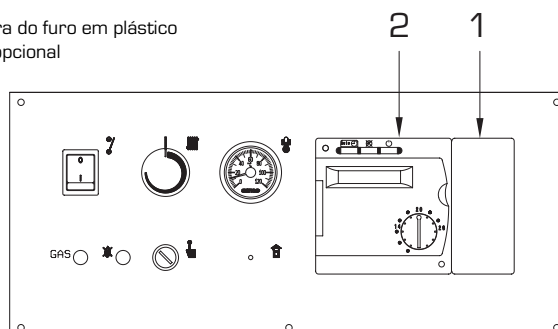

Fig. 14
comandadas pela central opcional cod. 8096303, fornecida com sonda de temperatura externa (SE), sonda de imersão da caldeira (SC) (fig. 14). A central prevê também a ligação de outra série de conectores a baixa tensão para a ligação das sondas e da unidade de ambiente (os conectores encontram-se num saco dentro do quadro de